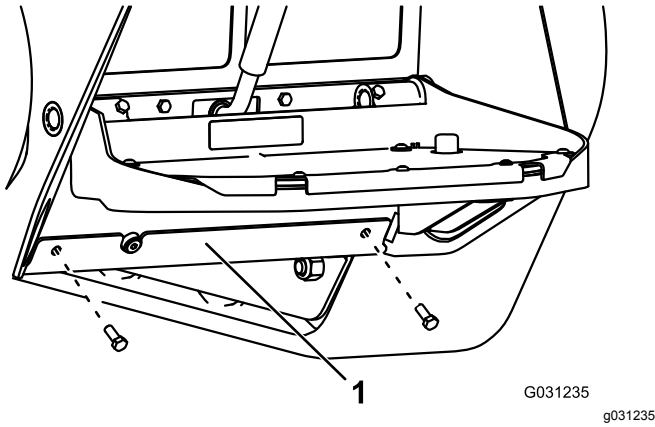

Bild 69
- Entfernen Sie die zwei Schrauben, mit denen die untere Platte befestigt ist und entfernen Sie die untere Platte (Bild 69).
- Montieren Sie die untere Platte (Bild 69).